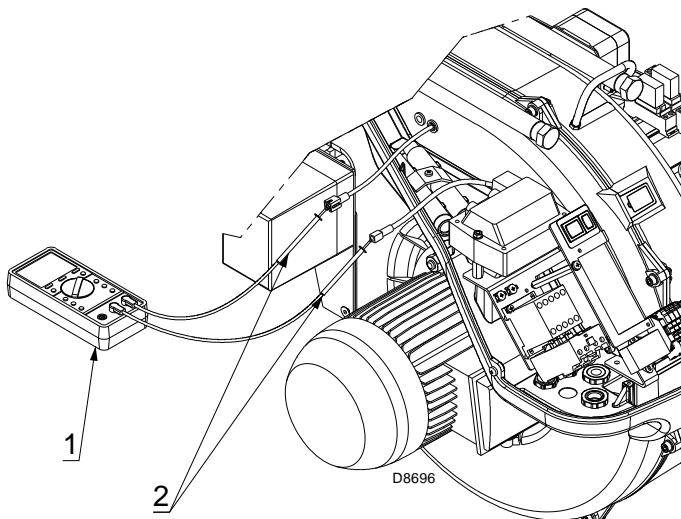

图 35
但是，如果有必要对离子电流进行测量时，断开离子探针电缆上的插头 - 插座 (2) (图 35)，插入一个量程为 $100 \mu\text{A}$ 的微安计 (1)
(图 35)。